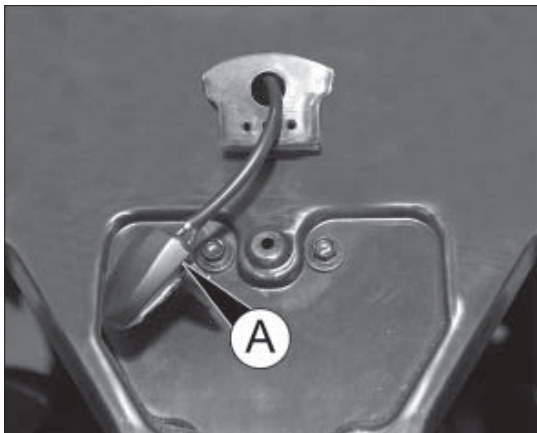

fig. 6
- extraiga todo el grupo lámpara-portalámpara A fig. 6 de la cubierta de plástico;
- introduzca el grupo lámpara-portalámpara A fig. 6 dentro de la cubierta de plástico;